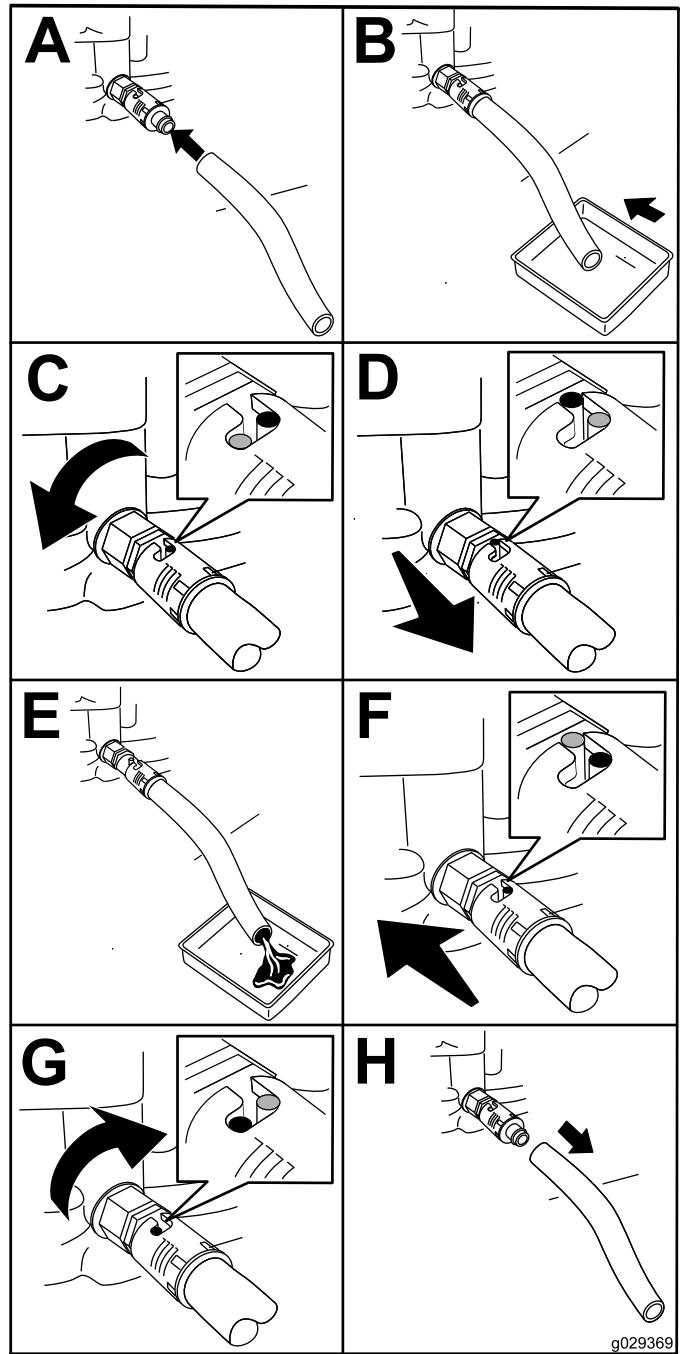

Figura 29
1. Montate il flessibile di spurgo sulla relativa valvola (Figura 29).
2. Posizionate l'altra estremità del flessibile (Figura 29) in una bacinella di spurgo della capacità di 1 litro.
3. Girate la valvola di spurgo dell'olio di 1/4 di giro in senso antiorario e lasciate sporgere completamente l'olio motore (Figura 29).
4. Girate la valvola di spurgo dell'olio di 1/4 di giro in senso orario per chiudere la valvola (Figura 29).
5. Rimuovete il flessibile di spurgo (Figura 29) e pulite eventuali fuoriuscite d'olio.